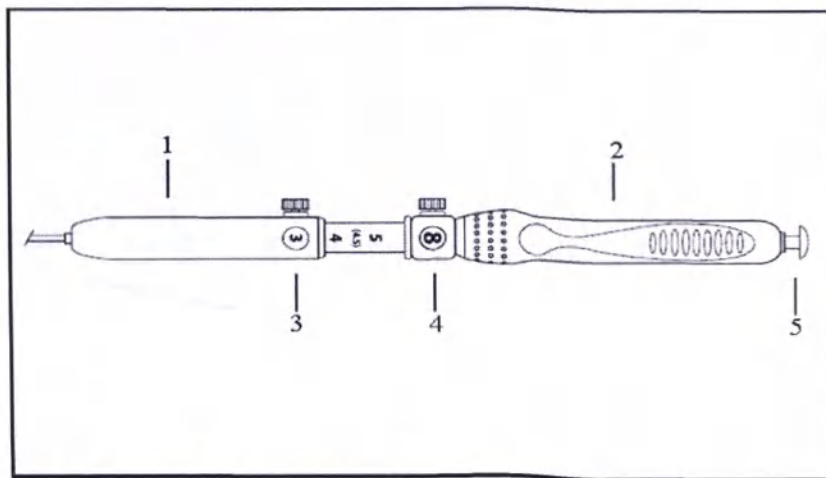

Рис. 1
5. Установите оболочку в нужное положение, убедившись, что она видна на эндоскопическом изображении, выходящей из рабочего канала эндоскопа. Чтобы отрегулировать длину, ослабьте фиксатор винта-барашка на регуляторе скольжения и сдвигайте его до тех пор, пока не будет достигнута предпочтительная длина. **Примечание.** Контрольная метка для длины оболочки появится в окне регулятора скольжения (рис. 1). Затяните винт-барашек на регуляторе скольжения, чтобы сохранить предпочтительную длину оболочки.